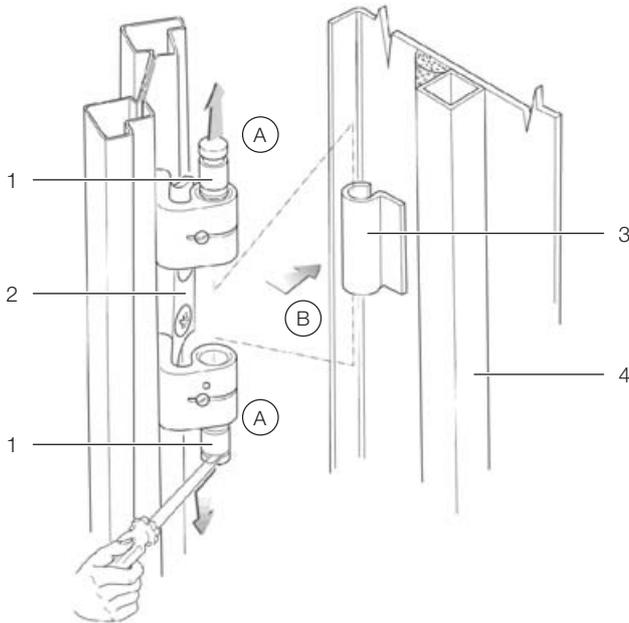

Imagen 16: Bisagra – Desmontaje
- Extraiga los pernos de las cuatro bisagras, levantando los pernos con una herramienta adecuada (por ej. un destornillador) hasta hacerlos saltar de la bisagra (imagen 16, paso A).
- Extraiga la puerta del armario (imagen 16, paso B).